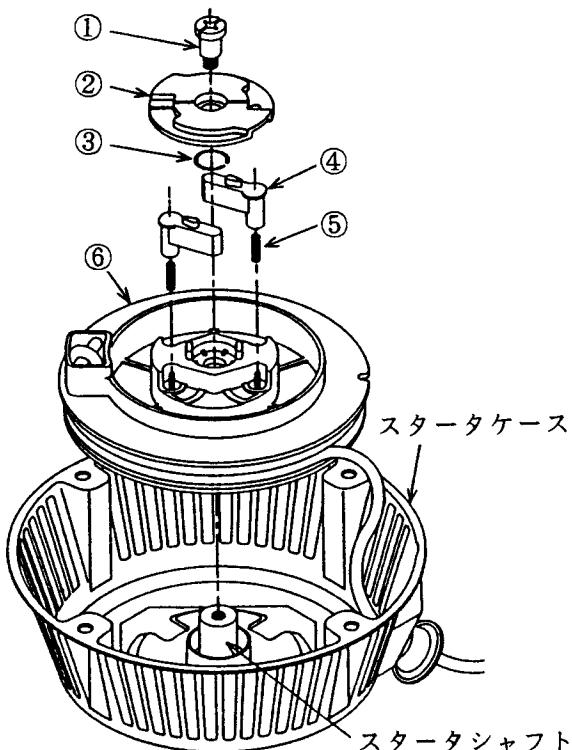

Fig 12-2
(3) 部品はFig 12-2の様に取り外して下さい。
① セットスクリュ
② ラチェットガイド
③ フリクションスプリング
④ ラチェット
⑤ リターンスプリング
⑥ リール
最後に部品をFig 12-2で取り外した逆の順に組込んで下さい。